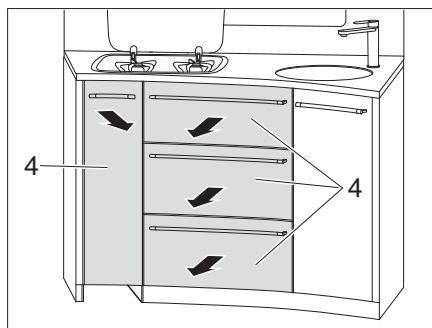

Fig. 133 Estrarre e togliere i cassetti della cucina
- Estrarre e togliere i cassetti della cucina (Fig. 133,4).